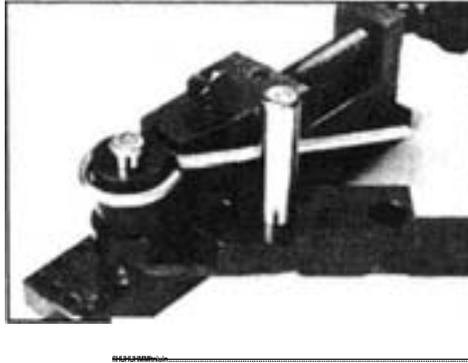

Figure 5
11. Déplacez la poignée dans le sens antihoraire jusqu'à ce qu'elle touche la cintrouse, comme indiqué à la Figure 5.